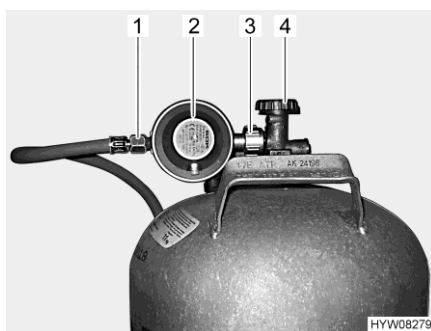

Fig. 128 Raccord bouteille de gaz
- Fermer le robinet principal (Fig. 128,4) de la bouteille de gaz. Observer le sens de la flèche.
- Maintenir le régulateur de pression du gaz (Fig. 128,2) et ouvrir la vis moletée (Fig. 128,3) (en général filetage à gauche).
- Retirer le régulateur de pression du gaz avec la lyre (Fig. 128,1) de la bouteille de gaz.
- Placer le régulateur de pression du gaz (Fig. 128,2) avec la lyre (Fig. 128,1) sur la bouteille de gaz et serrer la vis moletée (Fig. 128,3) (en général filetage à gauche). **Ne pas** serrer trop fort.